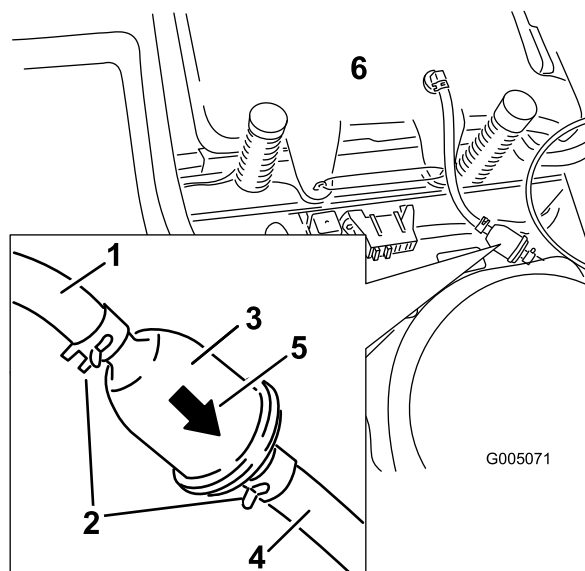

Figure 31
4. Pincez les extrémités des colliers et faites glisser ceux-ci pour les éloigner du filtre (Figure 31).
6. Montez un nouveau filtre en veillant à pointer la flèche indiquant le sens d'écoulement vers le moteur. Rapprochez les colliers de flexibles du filtre (Figure 31) pour le fixer en place.